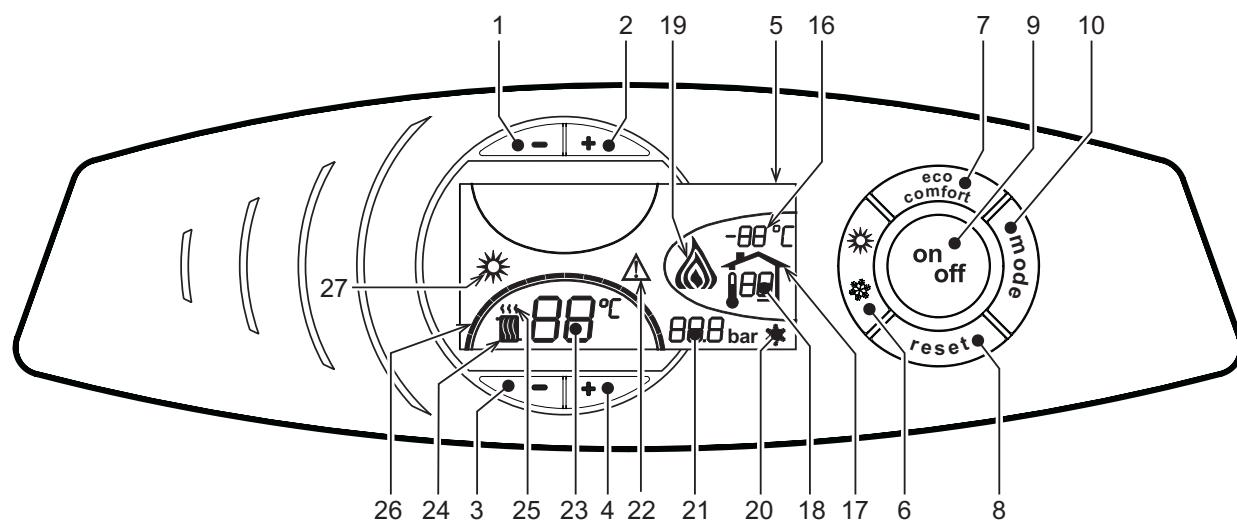
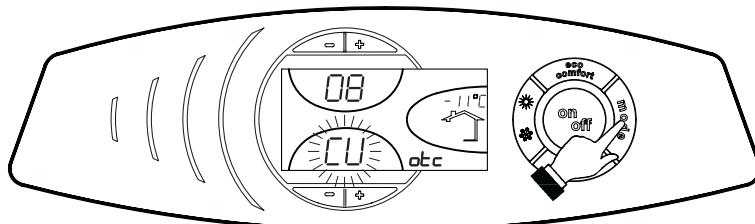
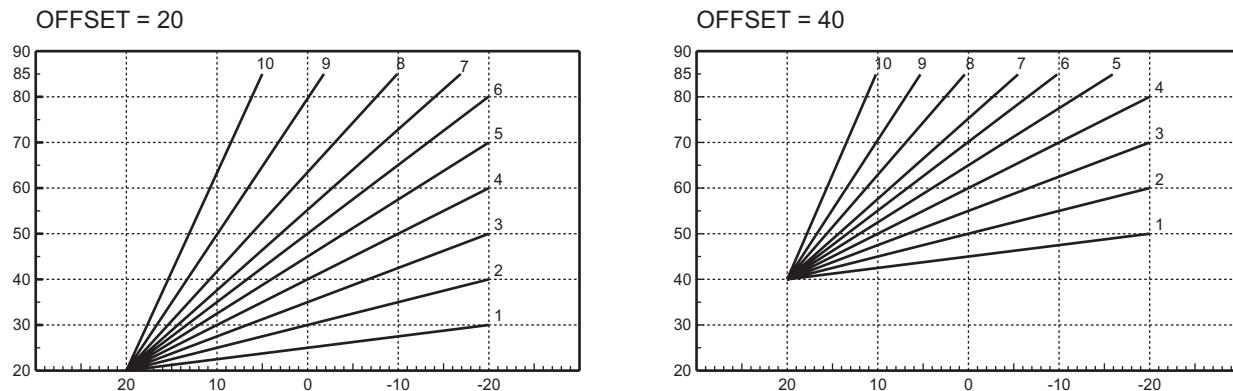

рис. 1 - Панель управления
рис. 10 - Кривая компенсации
рис. 13 - Пример параллельного смещения компенсационных характеристик
О поступлении команды на включение отопления (от комнатного термостата или от пульта ДУ с таймером) предупреждает мигание индикатора теплого воздуха, установленного на радиаторе (поз. 24 и 25 - рис. 1).
Индексные метки с подсветкой системы отопления (поз. 26 - рис. 1), зажигаются по мере приближения измеряемой датчиком температуры к заданному значению.
Нажмите кнопку  (поз. 9 - рис. 1) и держите ее нажатой в течение 1 секунды.
Для повторного включения котла снова нажмите кнопку  (поз. 9 рис. 1) и держите ее нажатой в течение 1 секунды.
- Нажмите кнопку ВКЛ/ВЫКЛ (9 - рис. 1)
Нажмите клавишу  (поз. 6 - рис. 1) в течение 1 секунды.
На дисплее высвечивается символ "Лето" (поз. 27 - рис. 1). При этом котел будет вырабатывать только воду для ГВС. При этом система защиты от замерзания остается активной.
Для выключения режима "Лето" вновь нажмите клавишу  (дет. 6 - рис. 1) в течение 1 секунды.
Температура в системе отопления регулируется в пределах от 30 °C до 90 °C с помощью клавиш (дет. 3 и 4 - рис. 1); однако, не рекомендуется эксплуатировать котел при температуре ниже 45 °C.
Температура в системе ГВС регулируется в пределах от 10°C до 65°C с помощью клавиш (поз. 1 и 2 - рис. 1).
При наличии датчика температуры наружного воздуха (опция) на дисплее панели управления (дет. 5 - рис. 1) отображается измеряемая этим датчиком температура. При этом система управления котлом работает в режиме "Плавающая температура". В этом режиме температура воды, подаваемой в систему отопления, регулируется в зависимости от климатических условий внешней среды с тем, чтобы обеспечить максимальный комфорт и экономию энергетических ресурсов в течение всего года. Так, при повышении внешней температуры понижается температура подачи воды в систему отопления, что производится по определенной "кривой компенсации".
С переключением на режим "Плавающей температуры" показатель температуры, устанавливаемый клавишами (дет. 3 и 4 - рис. 1) соответствует максимальной температуре подачи воды в систему отопления. Рекомендуется устанавливать максимальное значение заданной температуры с тем, чтобы позволить системе регулировать изменение температуре во всем диапазоне значений.
При однократном нажатии кнопки (поз. 10 - рис. 1) на дисплей выводится текущая компенсационная характеристика (рис. 10), которую можно изменить с помощью кнопок задания температуры воды ГВС (поз. 1 и 2 - рис. 1).
При нажатии кнопок регулировки температуры отопления (поз. 3 и 4 - рис. 1) открывается доступ к параллельному смещению характеристик (рис. 13), с помощью кнопок регулировки температуры в контуре ГВС (поз. 1 и 2 - рис. 1).
Для выхода из режима параллельного изменения кривых еще раз нажать клавишу (дет. 10 - рис. 1).
Если к котлу подключено устройство дистанционного управления с таймером (опция), вышеописанные операции могут производиться только так, как указано в таблица 1. При этом на дисплее пульта управления (дет. 5 - рис. 1) высвечивается температура в помещении, измеряемая устройством дистанционного управления.
Выбор режимов ECO/COMFORT	<p>При отключении режима ГВС с пульта ДУ котел устанавливается в режим "Economy". В этих условиях кнопка 7рис. 1 - на панели котла отключена.</p> <p>При включении режима ГВС с устройства ДУ с таймером котел устанавливается в режим COMFORT. В этих условиях с помощью кнопки 7рис. 1 - на панели управления котла можно выбрать любой из этих двух режимов.</p>